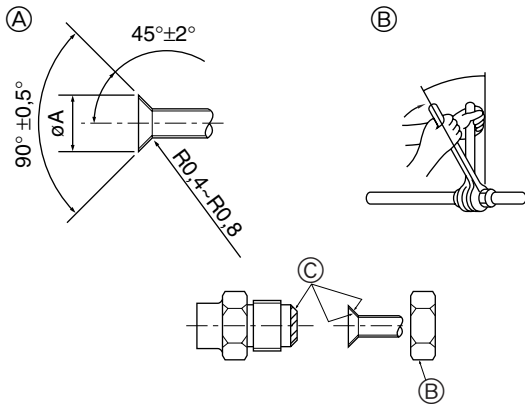

Fig. 4-1
- 4.1. Tubos de ligação (Fig. 4-1)